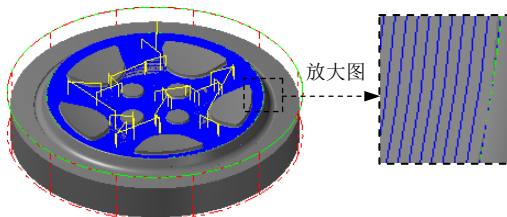

图 15.34 刀具路径
Step5. 设置环绕等距精加工参数。在“曲面精加工环绕等距”对话框中单击 **环绕等距精加工参数** 选项卡，在 **整体误差 (T)...** 文本框中输入值 0.01，在 **大切屑间距 (M)** 文本框中输入值 0.3，其他参数采用系统默认设置值。
Step6. 完成参数设置。单击“曲面精加工环绕等距”对话框中的 **✓** 按钮，系统在图形区生成图 15.34 所示的刀具路径。